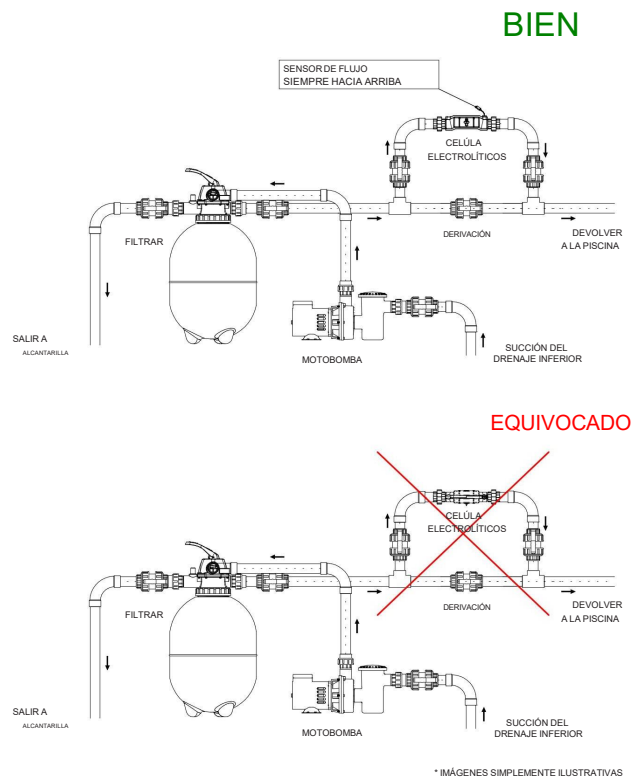

Figura 6
Observe las formas correctas e incorrectas de instalación de la célula, como se muestra en la figura 6 a continuación:
**⚠ Atención** a la posición de la célula del generador que debe estar en el sentido horizontal y con el sensor de caudal posicionado en la parte superior de la célula (figura 6).